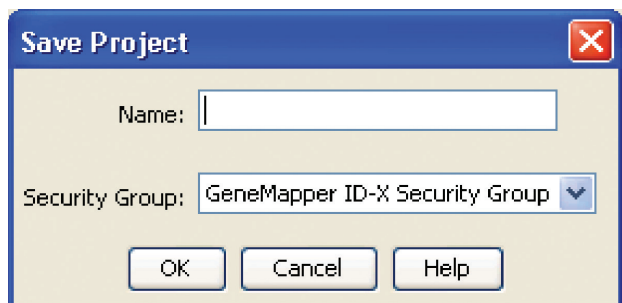

图15. 保存项目窗口
9. 如果所有的分析要求相匹配, 将会弹出“Save Project”窗口(图15)。
8. 如果满足所有的分析要求, 将会弹出“Save Project窗口”(图15)。